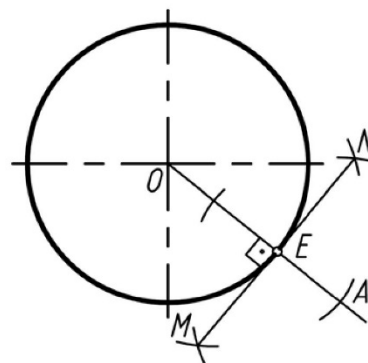

Рис. 122. Касательная к окружности
КАСАТЕЛЬНАЯ К ОКРУЖНОСТИ – это прямая, которая имеет только одну общую точку с окружностью. Эта точка есть **ТОЧКА КАСАНИЯ**. Касательная к окружности перпендикулярна к радиусу **OE** , проведённому в точку касания (рис. 122).
- 4) Посмотрите на рис. 122. Как называется прямая MN ?
- 5) Посмотрите на рис. 122. Где лежат точки E и A ?
Задача 1. Провести касательную к окружности через точку E , которая лежит на окружности (рис. 122).